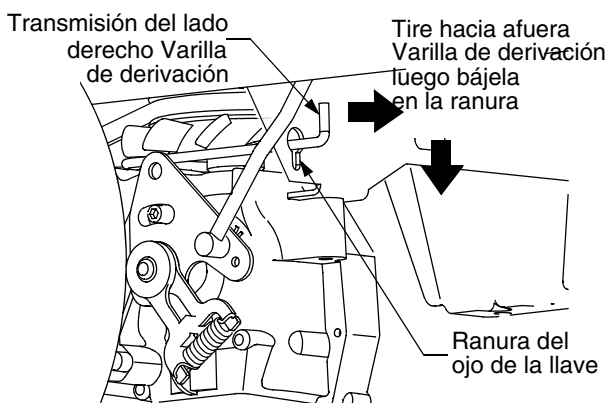

Figura 26
- Ubique las dos varillas de derivación, justo delante de los dos neumáticos traseros. Vea Figura 26.